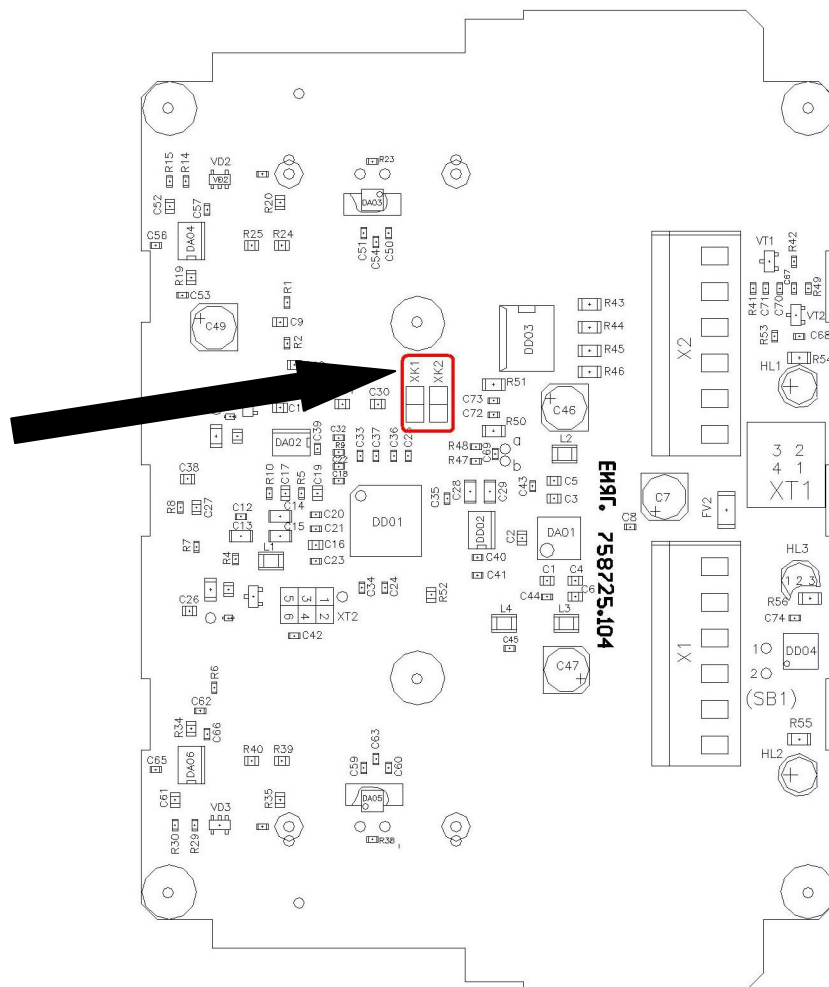

Рисунок 3 – Внешний вид модуля БОС
2.2.4 Установите джамперы в коммутационные поля ХК1 и ХК2 модуля БОС (см. Рисунок 3).